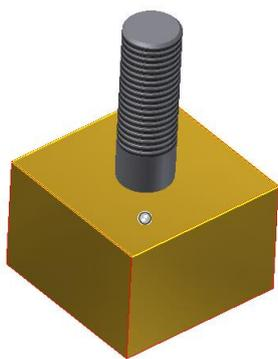

Рис. 4.24. Шпилька длиной 55 мм
6. Нажмите кнопку «OK». Длина шпильки изменится на 50 мм, модель примет вид, как рис. 4.24.